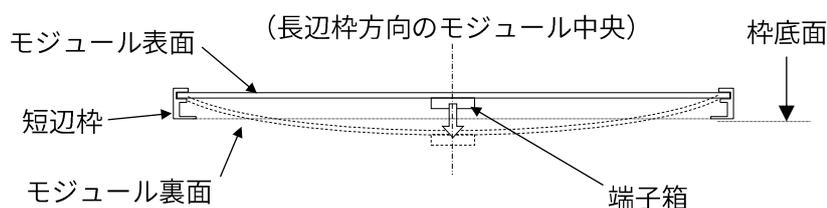

図3. モジュールのたわみ模式図（側面）
- ・ 太陽電池モジュールはモジュール表面への荷重負荷により、図3のように凹状のたわみが生じます。その際、モジュール裏面や端子箱が架台や屋根などに接触すると破損する恐れがありますので、当該部分には十分な隙間を確保してください。